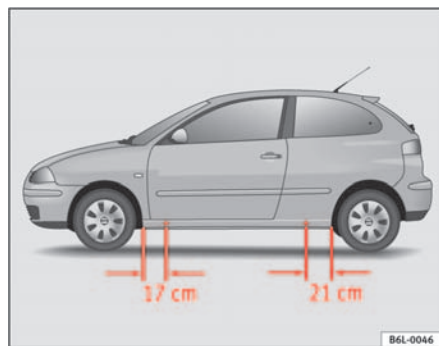

Fig. 134 Puntos de apoyo del gato
- Busque en el larguero inferior del vehículo el punto de apoyo mas cercano a la rueda pinchada ⇒ fig. 134
En el larguero inferior van marcados los lugares en los que se puede apoyar el gato ⇒ fig. 134. Se ha previsto un lugar para cada rueda. El gato no debe colocarse en otros lugares.